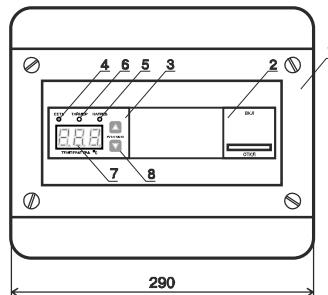

Рис.1 Габаритные размеры и расположение органов управления панели ПУ ЭВТсц-И1
2.6. Габаритные и установочные размеры приведены на рис.1.